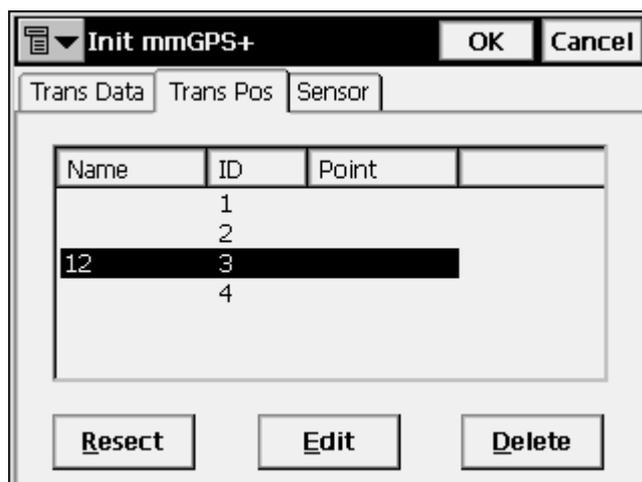

Рисунок 6-6. Подготовка mmGPS - Положение Лазера
6. Выберите вкладку *Trans Pos* (*Положение Лазера*) и желаемый лазерный построитель зоны (рис. 6-6). Вы можете редактировать положение лазерного построителя зоны, нажав **Edit** (**Редактировать**).